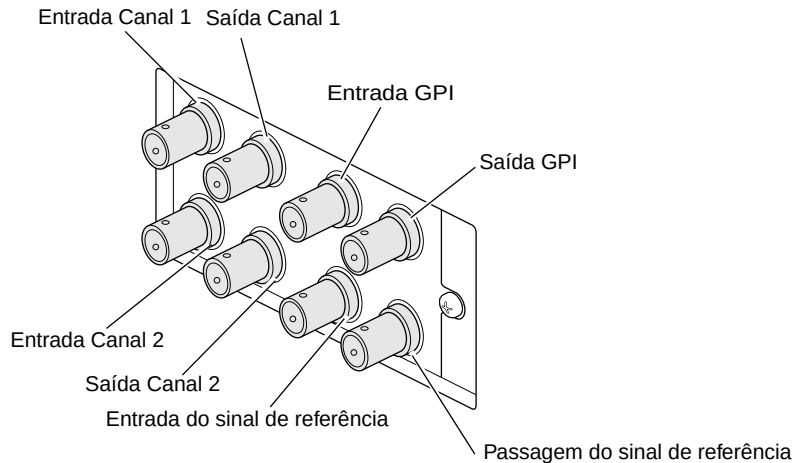

Figura 5-20 Conectando os cabos da SD1100 da Silicon Graphics
16. Use a Figura 5-20 na identificação das portas para fins de cabeamento.